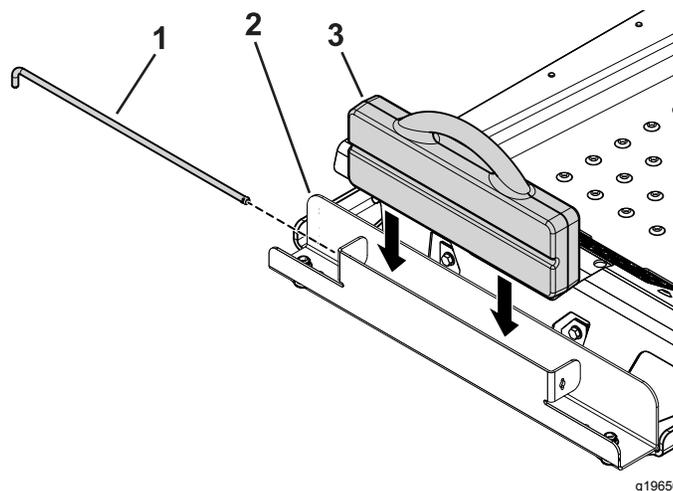

**Figura 4**
3. Utilize os 2 parafusos de carroçaria ( $\frac{3}{8}$  pol. x 1 pol.) e as porcas flangeadas para fixar o tabuleiro de pesos às montagens (Figura 4).